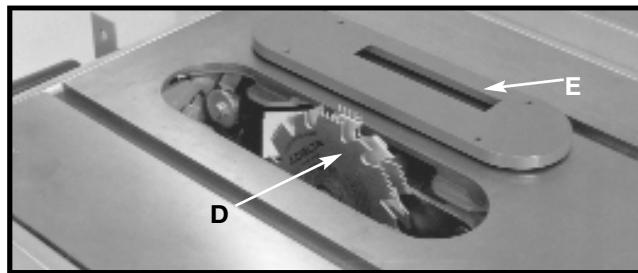

Fig. 55
2. Sujete el juego de cabezales para ranuras (D) Fig. 55, al eje de la sierra.
**▲ PRECAUCIÓN** EL INSERTO PARA MESA DEL JUEGO DE CABEZALES PARA RANURAS (E) FIG. 55, DEBE UTILIZARSE EN LUGAR DEL INSERTO ESTÁNDAR.